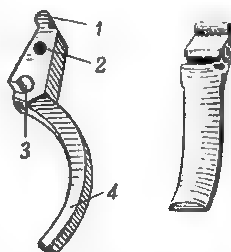

Рис. 36. Спусковой крючок:
37. Спусковой крючок (рис. 36) служит для приведения в действие частей ударно-спускового механизма. Он имеет: головку для соединения со спусковой тягой; от-